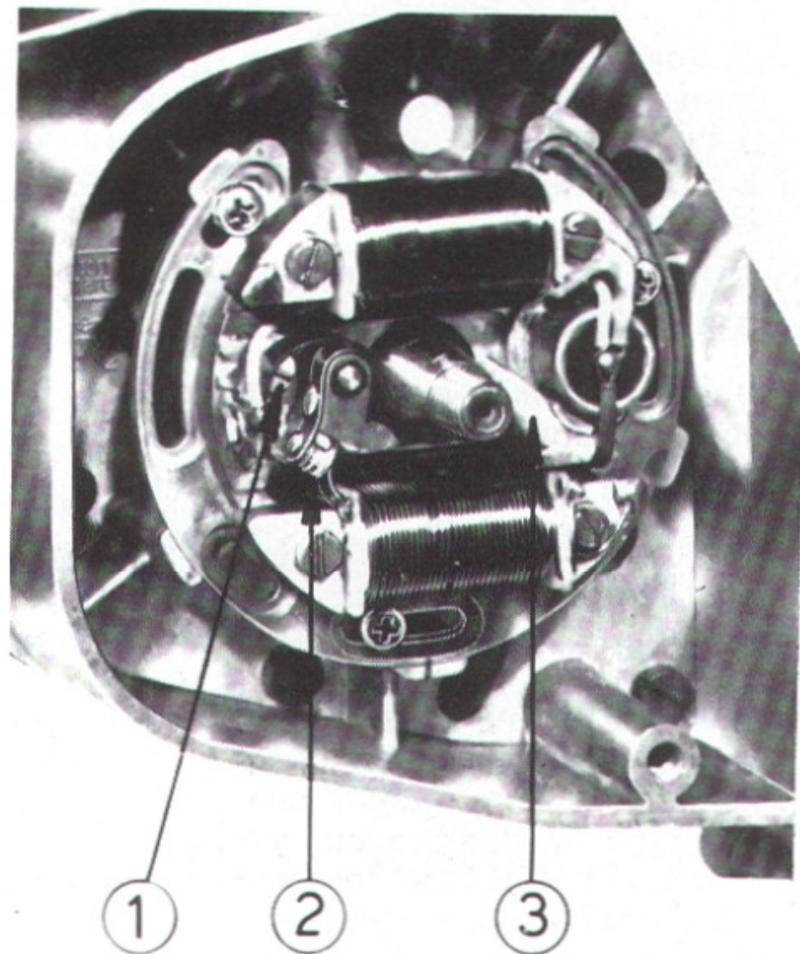

Fig. 38 - Registrazione contatti
Ogni 3000 Km., è necessario controllare i « contatti » (puntine platinatate) attraverso le feritoie del volano, verificare che la loro distanza al momento della massima apertura sia di 0,35 - 0,40 m/m e che siano in buon stato di conservazione (Fig. 38).
- Allentare la vite che blocca la piastrina porta « contatto fisso » (Fig. 38), spostare la piastrina stessa sino ad ottenere la giusta distanza. Inoltre, assicurarsi che i contatti non siano ossidati, eventualmente pulirli con una sottile lima a taglio finissimo.
- E' opportuno ingrassare all'interno del volano il « feltro » (Fig. 38) che lubrifica la camme, con una minima quantità di grasso per cuscinetti.